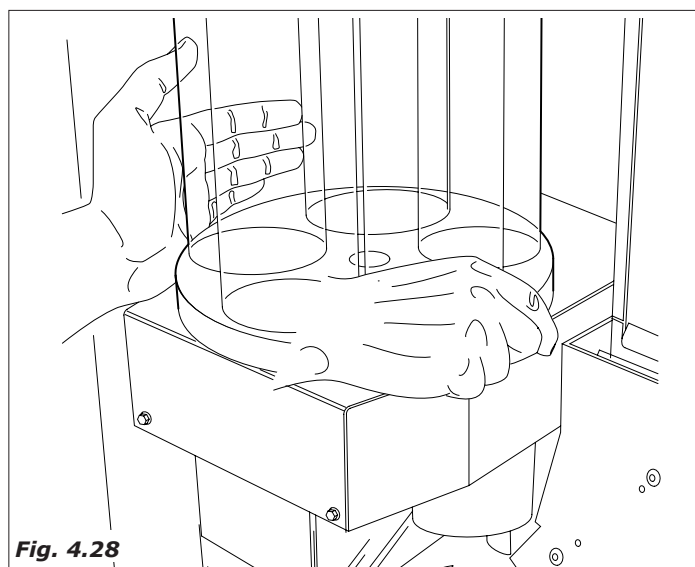

Fig. 4.28
- remove the cup turret (Fig. 4.28)